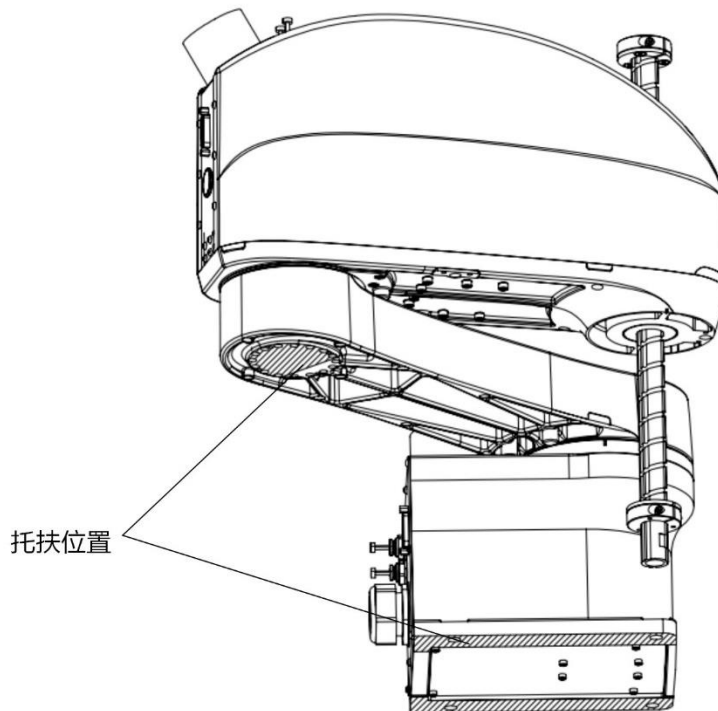

图 6-3 搬运操作机托扶位置示意图
- 搬运机器人时，请将机器人固定在搬运工具（如推车）上，或用手托住阴影部分（第 1 机械臂的下面和底座下面，参考图 6-3）并由 2 人以上人员进行搬运；